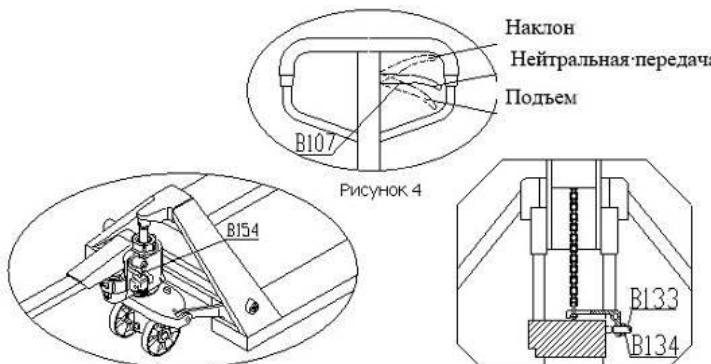

Рисунок 3.
- См. Рис. 3. поднимите ручку до горизонтального положения. Вытащите штифт B154 и сохраняйте его в надлежащем состоянии для последующей замены ручки.